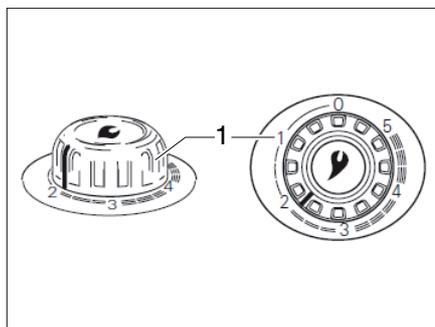

Fig. 103 Bouton tournant du chauffage à air chaud
- Régler le bouton tournant du chauffage (Fig. 103,1) sur la position voulue et l'enfoncer à fond.
- Mettre le bouton tournant du chauffage (Fig. 103,1) sur "0". L'allumage automatique est mis hors service en même temps.
- ▷ Vous trouverez des informations complémentaires dans le mode d'emploi séparé "Truma S 3004 (P) / S 5004".